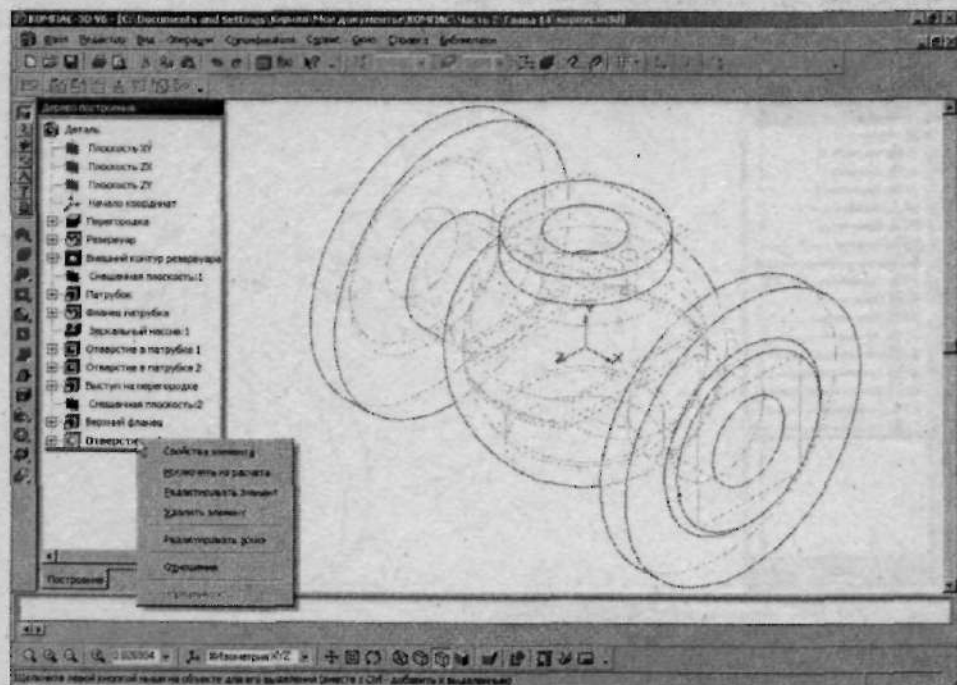

Рис. 2.157. Выберите пункт Редактировать эскиз
14. В **Дереве построений** щелкните правой кнопкой мыши по элементу *Отверстие в фланце*. Из появившегося меню выберите пункт **Редактировать эскиз** (рис. 2.157).